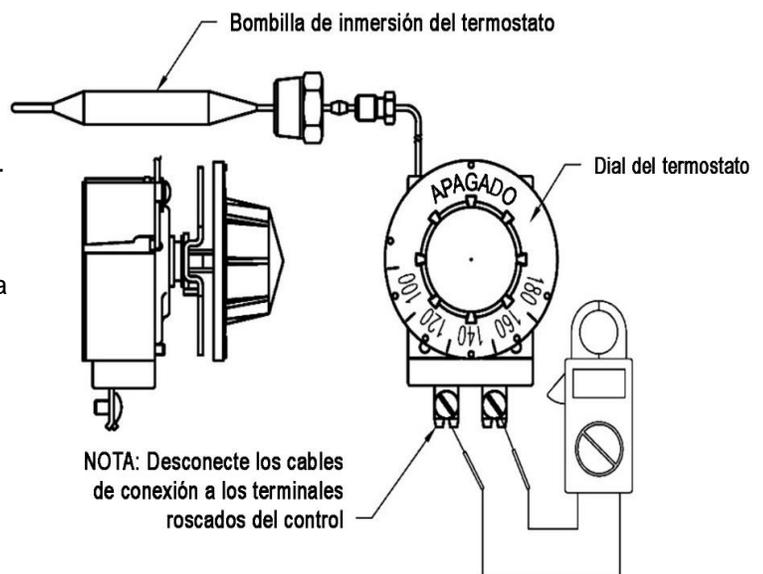

Ilustración 8
8. Verifique los terminales roscados del control (consulte la Ilustración 8).
10. Verifique los terminales roscados del control (consulte la Ilustración 8).